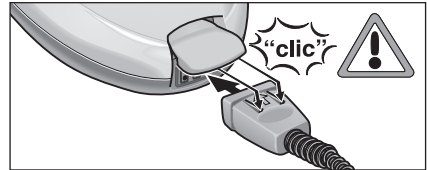

Fig. 1: Introducerea ștecărului monobloc
- Introduceți bine ștecărul monobloc (C7), în priza aparatului (A1). Astfel, cele două ciocuri ale ștecărului monobloc, trebuie să intre în capacul prizei aparatului (vezi fig. 1).